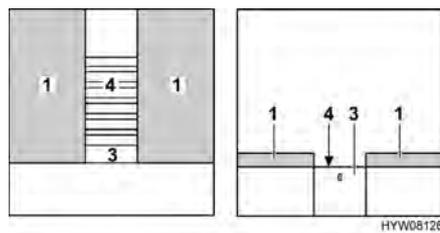

Fig. 75 Durante la transformación
- Extraer completamente el somier (Fig. 75,4). Para esto, tirar del dispositivo de extracción (Fig. 75,3).